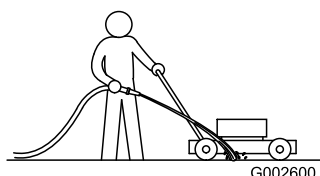

Figura 20
5. Mentre il motore è acceso e la lama è innestata, spruzzate un getto d'acqua davanti alla ruota destra posteriore (Figura 20).